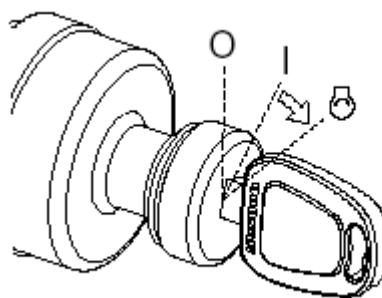

Рисунок 10
5. После завершения предварительного прогрева поверните пусковой переключатель в положение (START – «ПУСК»), см. рисунок 10. Двигатель запустится примерно через 5 секунд.